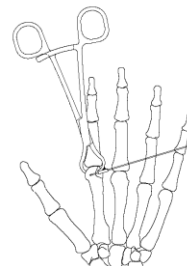

図1
- 1) 小骨整復用鉗子を用いることで、骨折部の整復を維持しながら、0.8 ガイドピンを刺入できます (図1)。